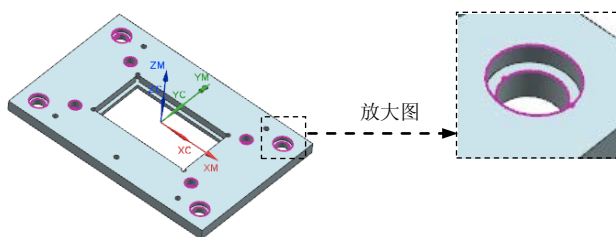

图 11.42 定义其余边线
Step5. 参照上两步创建另外七个沉头孔的边线,完成如图 11.42 所示。